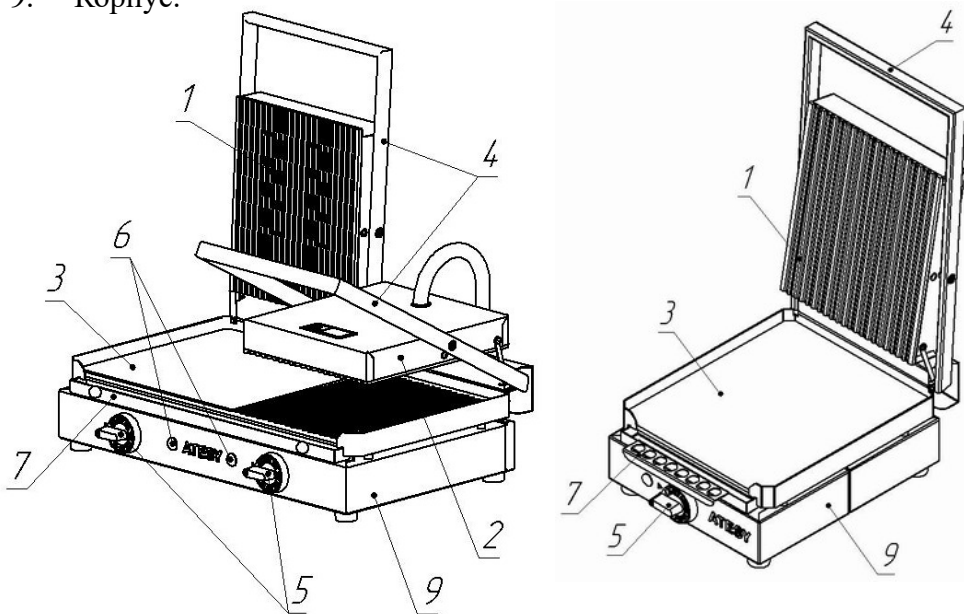

Рис. 1. Общий вид гриля.
1.2. Гриль состоит из следующих основных частей (рис. 1 и 2):